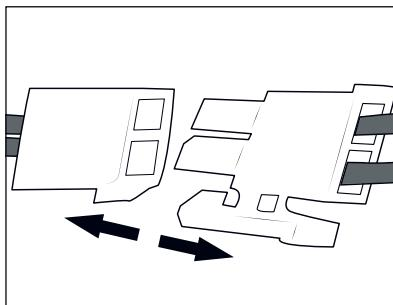

Afb. 16
- Draai de beide schroeven van de klep van het accuvak **25** (zie afb. 16) aan de onderkant van het apparaat los met een kruiskopschroevendraaier en haal ze uit het apparaat. Haal de klep van het accuvak **26** van het apparaat af.